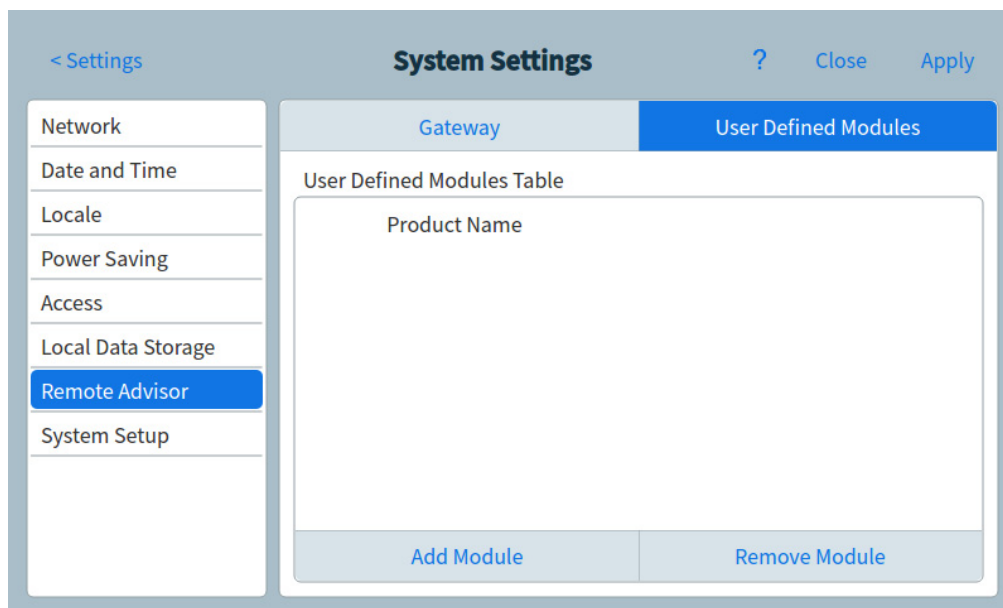

Abb. 46 Seite „Remote Advisor“ - Registerkarte „User Defined Modules“
- a Tippen Sie auf die Registerkarte **User Defined Modules**. Die Seite **User Defined Modules** erscheint. Siehe Abb. 46.